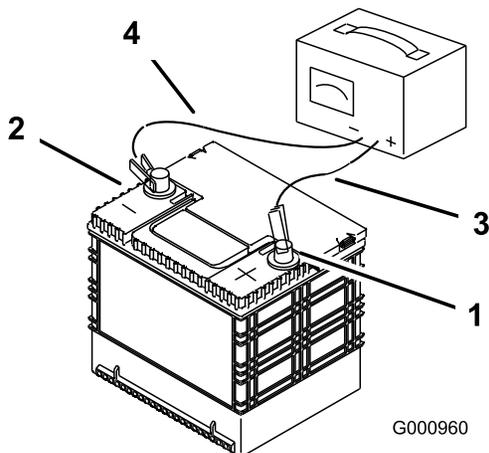

Рисунок 51
3. При повному зарядженні акумулятора від'єднайте зарядний пристрій від електричної розетки, а потім від'єднайте шнури зарядного пристрою від елементів живлення акумулятора (Рисунок 51).